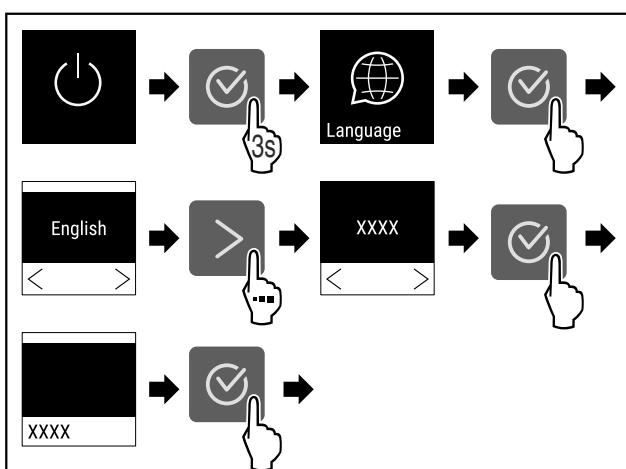

Fig. 55
- Провести етапи операцій (див. Fig. 55).